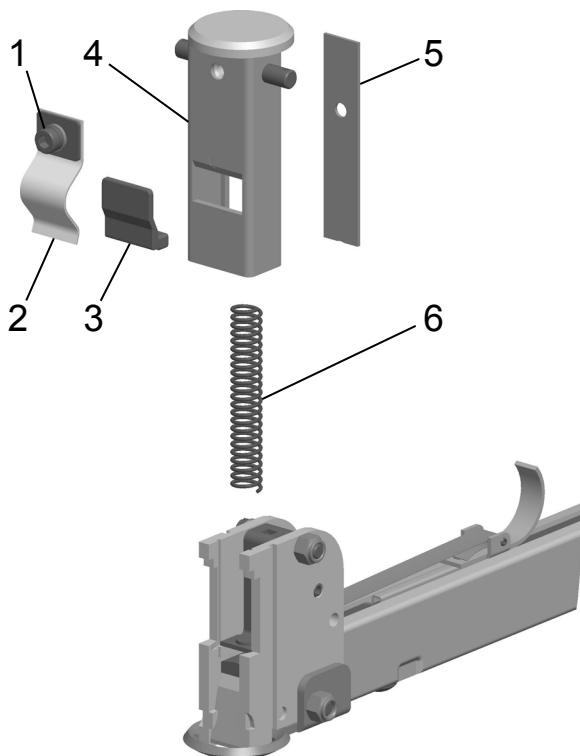

Fig. 16
3. Lossa skruv (Fig. 16/1). Tryck ihop häfthuvudet och tag bort spärren (16/3).